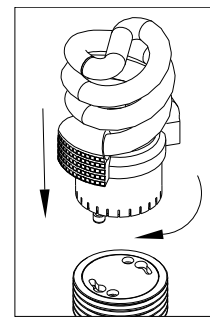

Figure 4
9. **To install Integrated Lamp/Ballast (10)** insert pins into Socket (7) and rotate clockwise until secure. **See Fig. 4.**
9. **Para Instalar la Lámpara/Balastro Integrada (10)** inserte las clavijas en el enchufe (7) y gire hacia su derecha hasta que quede segura. **Vea Fig. 4.**